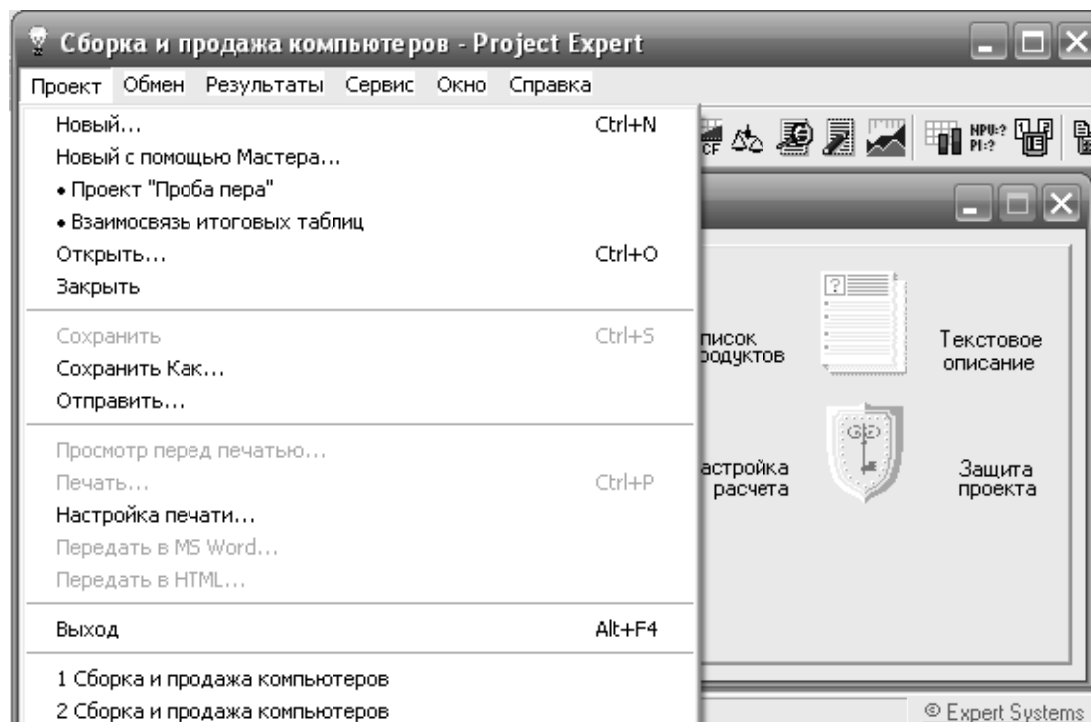

Рисунок 2 – Общий вид меню «Проект»
3.1 Пункт меню «Проект» (рисунок 2)